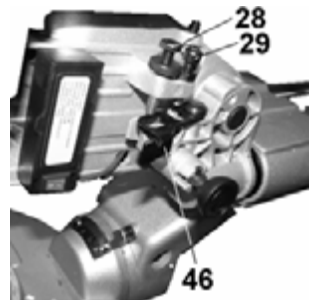

Рис. 10
Винт (29), Рис.10, ограничивает максимальное опускание пильного диска (14), Рис.2. Для регулировки максимальной глубины опускания пильного диска (14) ослабьте контргайку винта (29), Рис.10. Отрегулируйте и зафиксируйте контргайкой положение винта (29), Рис.11.
Ограничение глубины пропила регулируется вращением винта (28), Рис.10. Для того, чтобы винт (28) ограничивал опускание пильного диска (14) на требуемую глубину пиления, необходимо переместить упор (46), как показано на Рис.10.